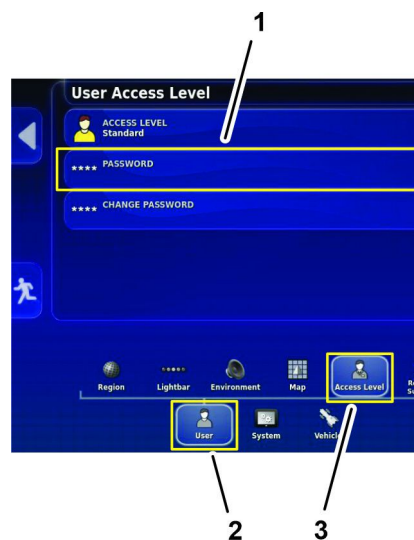

Рисунок 206
4. На экране настройки нажмите на значок USER (ПОЛЬЗОВАТЕЛЬ) и затем на значок ACCESS LEVEL (УРОВЕНЬ ДОСТУПА) (**Рисунок 206**).
5. Нажмите значок PASSWORD (ПАРОЛЬ) (**Рисунок 206**).